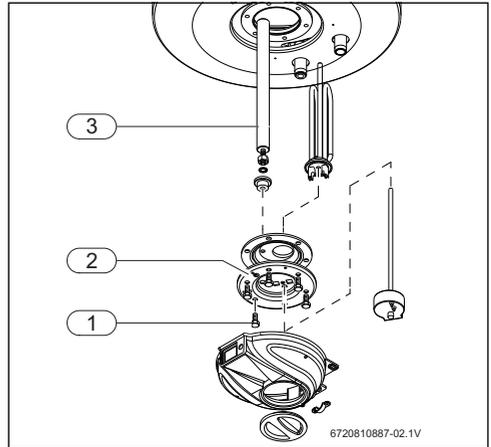

Fig. 15 Acceso a la zona interior e identificación de las partes (ejemplo Tronic 2000T)
- ▶ Aflojar la tuerca de fijación de la brida (fig. 15, [1]).
- ▶ Retirar la brida del interior del acumulador de agua caliente (fig. 15, [2]).